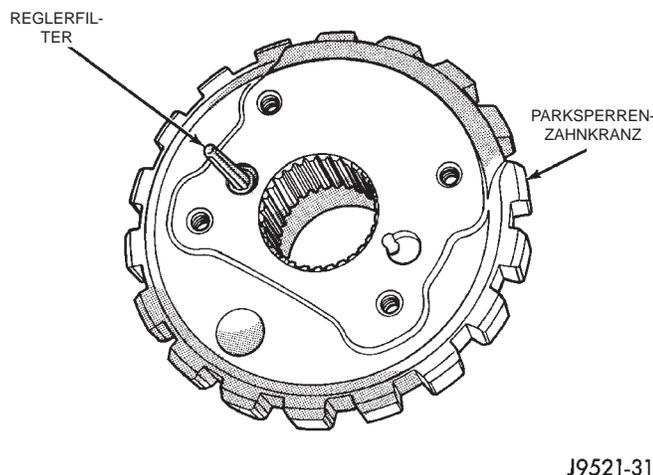

Abb. 35 Reglerfilter
(1) Reglergehäuse vom Getriebe abbauen.
(2) Reglerfilter reinigen und prüfen (Abb. 35).